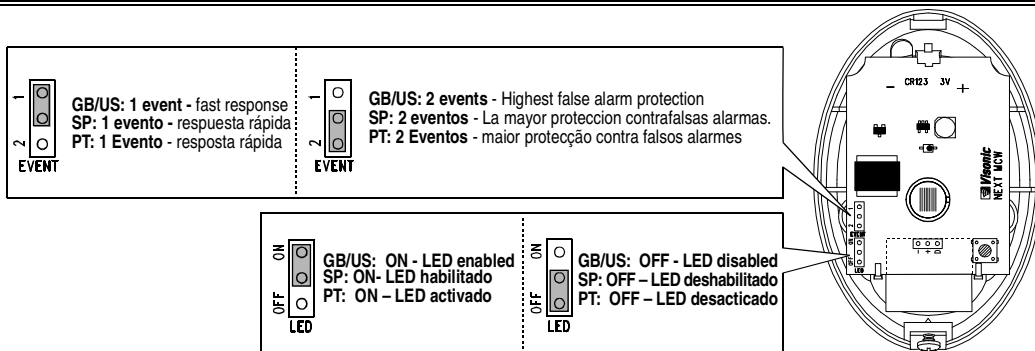

Fig. 5 - Jumpers Setting / Configuración de los jumper / Configuração dos Jumpers
5. Configurações dos jumpers (ver fig. 5).